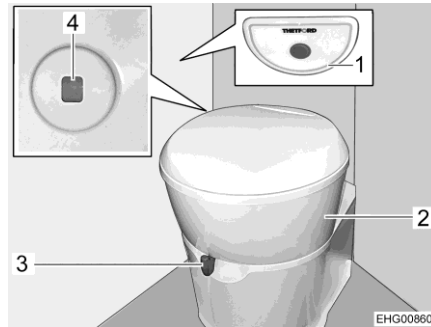

Bild 68 Toalett
Toalettskålen kan vridas till önskad position. Ta tag i toalettens överdel (Bild 68,2) med händerna och vrid.
Kontrollenheten med spolknappen (Bild 68,1) är placerad i närheten av toalettskålen.
Nivåindikeringen (Bild 68,4) ändrar färg från grönt till rött när latrintanken måste tömmas.
- Öppna spjället på toaletten före spolning. Skjut för detta spjällspaken (Bild 68,3) moturs.
- För att spola, tryck på den blå spolknappen (Bild 68,1).